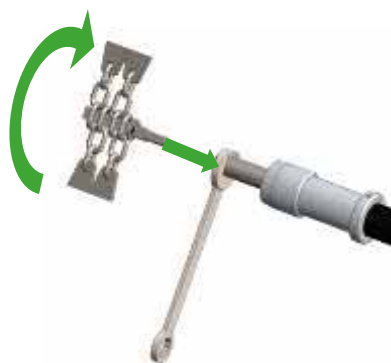

Fig.1B
- Per montare il rotore sulla macchina eseguire la stessa operazione in ordine inverso (Fig. 1B).